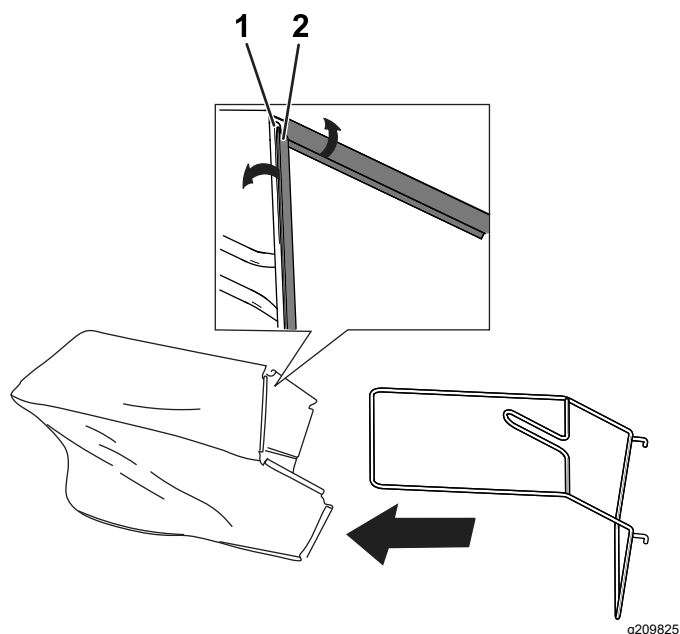

Figura 8
1. Introduceți cadrul sacului pentru iarbă în sacul pentru iarbă (Figura 8).
2. Poziționați toate cele 6 cleme pentru sacul de iarbă pe cadrul sacului de iarbă (Figura 8).